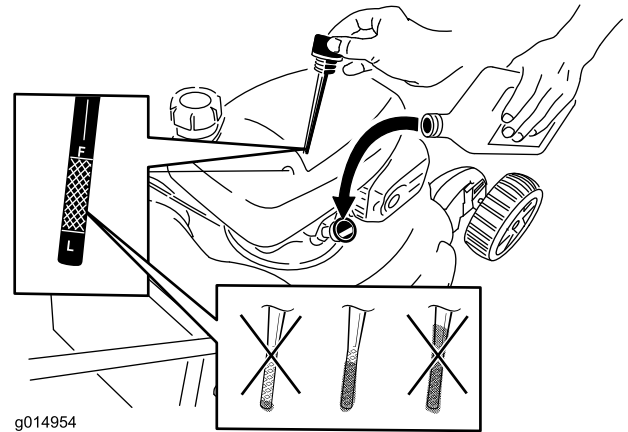

Figure 26
8. Versez de l'huile **lentement** dans le tube de remplissage jusqu'à ce que le liquide atteigne le repère du plein (**Full**) sur la jauge (Figure 26). **Ne remplissez pas excessivement.** (Remplissage max. : 0,55 l, type : **Huile automobile SAE 30** de classe de service API SL, SM ou supérieure. À défaut d'huile SAE 30, de l'huile SAE 10W30 peut être utilisée).